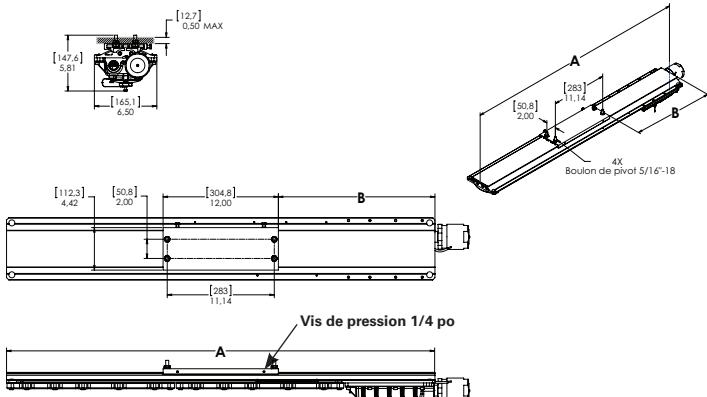

Figure 3. Montage arrière du ZP1057MTK
- Pour le montage arrière, utiliser le support comme modèle pour marquer des trous et les percer, puis utiliser les boulons de 5/16 po inclus (voir la figure 3).
- Placer les quatre (4) boulons de 5/16 po sur la plaque de montage et les visser uniformément au support. Le couple de vissage minimum requis est de 138 po-lb (15,6 N.m.).
- Serrer à fond les quatre (4) vis de pression de 1/4 po sur le support coulissant. Visser au couple de 78 po-lb (8,8 N.m.).